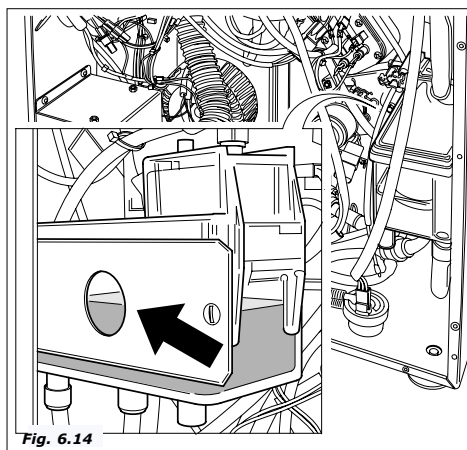

Fig. 6.14
- cuando será verificada, a través de la ventanilla de inspección, la presencia de agua dentro de la cubeta (Fig. 6.14), se pondrán en marcha la columna de vasos para efectuar el llenado y el grupo café que dará una vuelta de prueba.